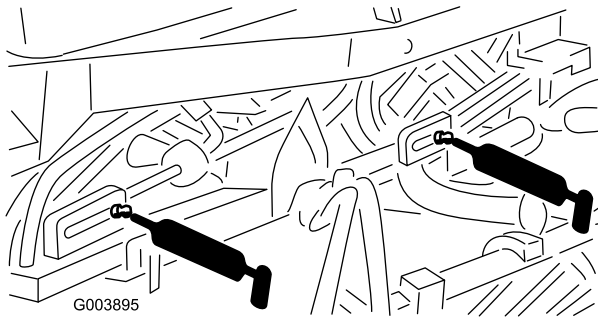

Figura 48
- 5 puntos en los cilindros de elevación (Figura 48)